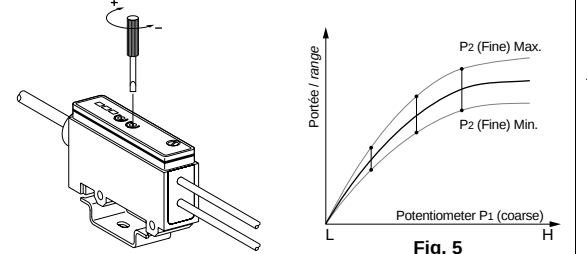

Fig. 5
- ① et ② sont reliées à 4 niveaux d'intensité du faisceau reçu :
- P2 permet éventuellement d'affiner le réglage (fine), (voir fig. 5).
- LEDs ① and ② show 4 distinct levels of the beam strength.
- P2 allows to make the final fine adjustment (See fig. 5).